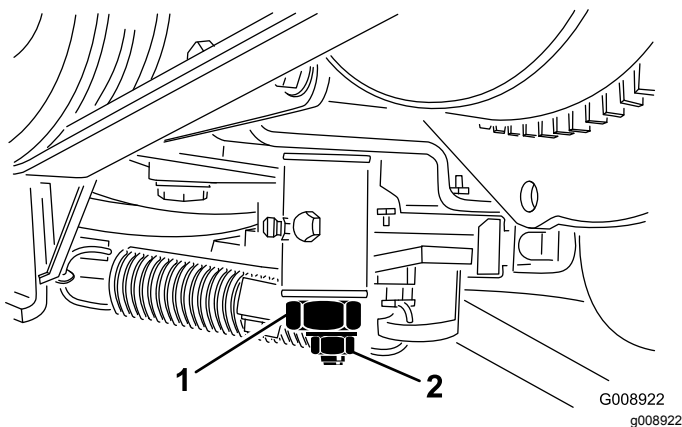

Bild 54
4. Lockern Sie die Sicherungsmutter an der Fahrtriebs-Einstellnocke (Bild 54).